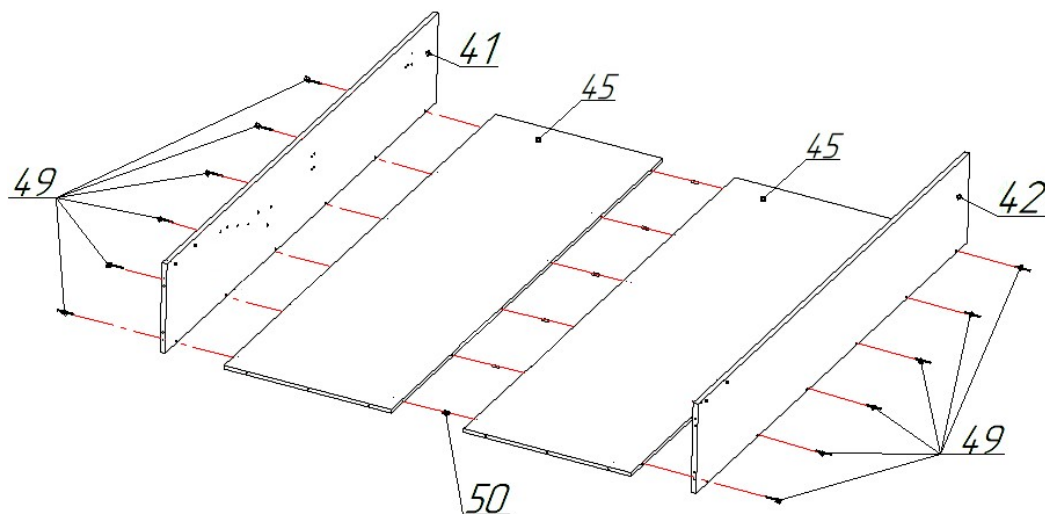

Рис.1.1.4
4) Состыковать стенки задние с помощью шкантов поз.50. Присоединить к стенкам задним поз.45 боковины поз.41 и поз.42 в соответствии с рис.1.1.4, используя винты-конфирматы поз.49.